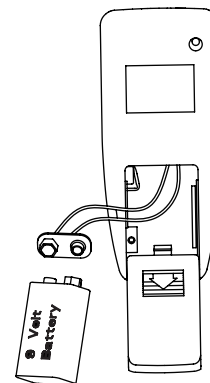

Fig. 25
Étape 2. Retirez le couvercle de la pile à distance, connectez la pile 9V (incluse) avec la prise en appuyant sur la pile à l'intérieur et remplacez le couvercle de la pile. (Fig. 25)